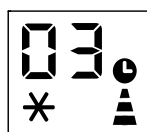

Fig. 6
- Prima várias vezes até o tempo correspondente ser exibido. Aguarde cerca de 5 segundos, o temporizador será ativado, em seguida, apenas o símbolo  será exibido no ecrã (fig. 6).